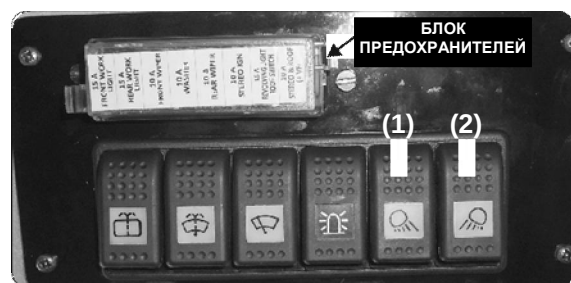

Рис. 21
Переключатели рабочих фар (Рис. 21) (При включенном зажигании)
- Переключатели внешнего освещения (1 и 2 рис. 21) расположены на панели, установленной на потолке.